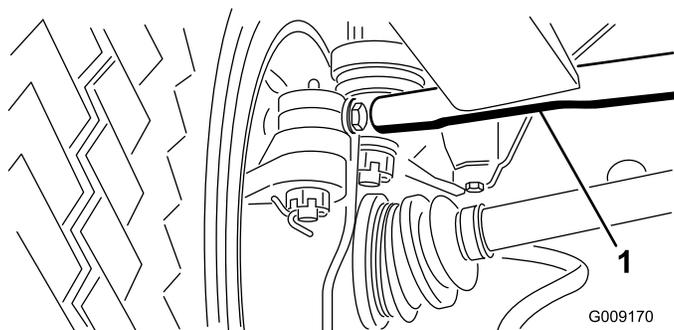

Figure 57
- Sur la roue avant droite, desserrez les écrous de blocage aux deux extrémités de la bielle (Figure 57).